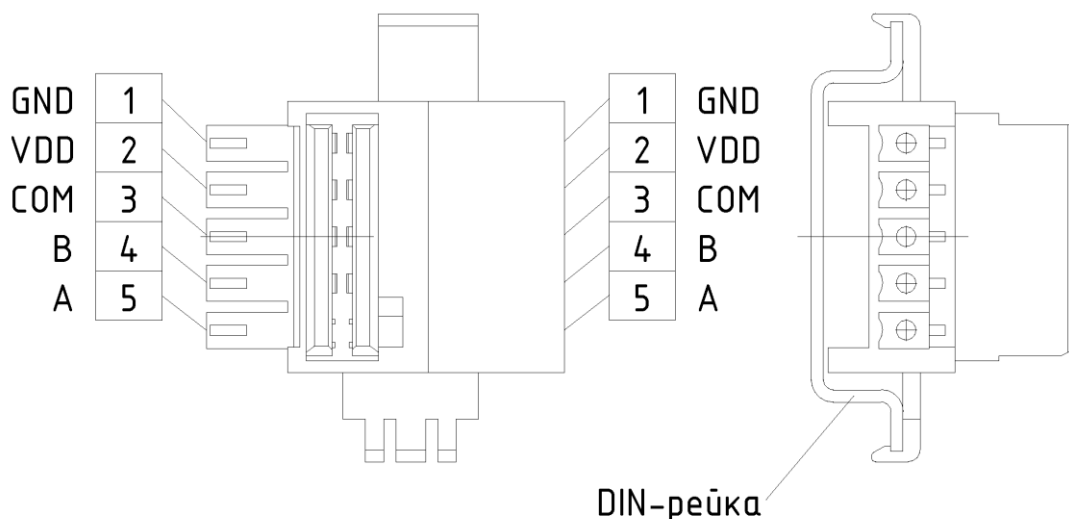

Рисунок 1 – Шина TBUS
Шина TBUS (рисунок 1) отвечает за питание и обмен данными между модулями и процессорным модулем, представлена 5-ти контактными клеммным соединителем, крепящимся на DIN-рейку, поверх которого устанавливается модуль.
2.2.2.1 Питание модуля следует осуществлять от локального блока питания подходящей мощности, установленного совместно с модулем в шкафу электрооборудования. Во внешней цепи блока питания рекомендуется установить выключатель, обеспечивающий отключение модуля от сети. Подключение питания осуществляется через шину TBUS (см. рисунок 1).